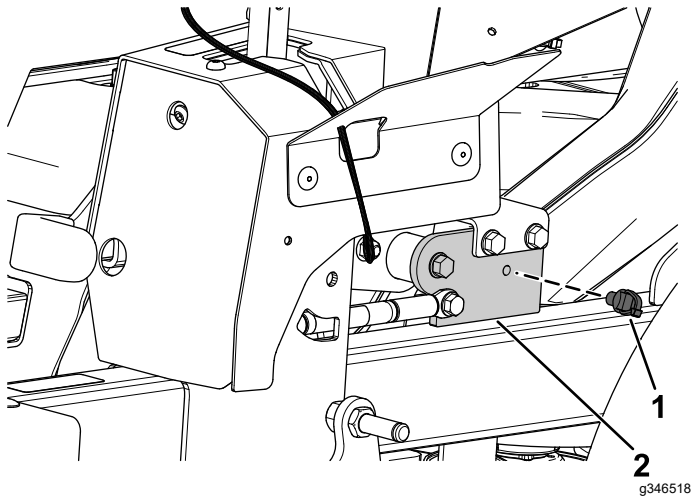

Figura 12
1. Instale o fixador de pressão frontal no suporte da alavanca do travão de estacionamento (Figura 12).